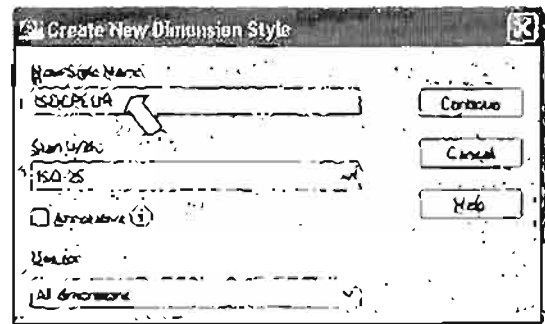

Рис. 3.13. Диалоговое окно Create New Dimension Style создания нового размерного стиля
3. В диалоговом окне Create New Dimension Style (Создание нового размерного стиля) (рис. 3.13) заполните следующие поля: